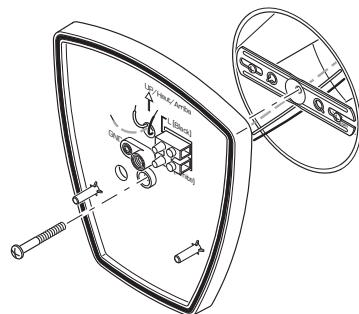

Figure 3
3. Faites passer les fils de la boîte de jonction dans un des trous de la plaque 1-2-Easy Connect^{MC} (voir la Figure 3).
4. Appuyez la plaque 1-2-Easy Connect^{MC} contre la boîte de jonction (voir la Figure 3).
5. Insérez le petit boulon de montage dans le trou de la plaque 1-2-Easy Connect^{MC} situé sous le trou fileté. Vissez ce boulon dans le trou central du support de montage (voir la Figure 3). Serrez solidement le boulon.